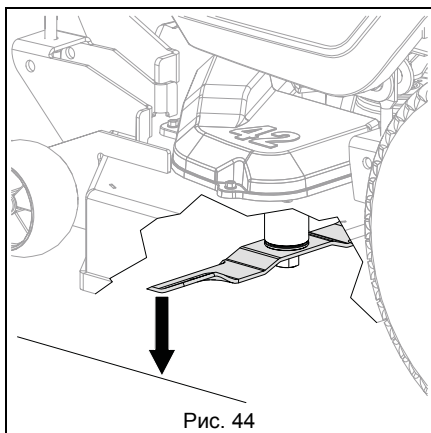

Рис. 44
3. На обеих сторонах машины измерьте расстояние до площадки на режущей кромке ножа. См. Рис. 44.